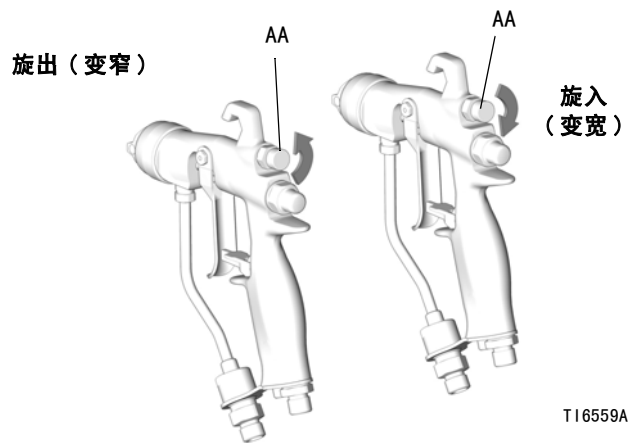

图 7. 喷型空气旋钮
- 参见图 7。将旋钮（AA）顺时针转到头（旋入），关闭喷型调节空气。如此可将喷枪调到最宽。
- 参见图 7。如要调窄，则逆时针旋转模式调节阀旋钮（AA）。如果仍不够窄，略微增加喷枪空气压力或使用尺寸不同的喷嘴。